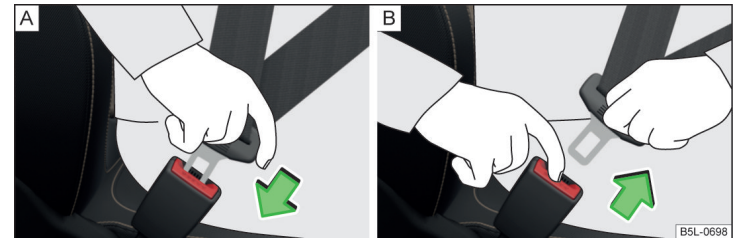

Abb. 27 Sicherheitsgurt anlegen / ablegen
- › Die Schlosszunge in das zum Sitz gehörende Gurtschloss » Abb. 27 - A stecken, bis diese hörbar einrastet.
- › Die Schlosszunge fassen und die rote Taste im Gurtschloss drücken » Abb. 27 - B, die Schlosszunge springt heraus.